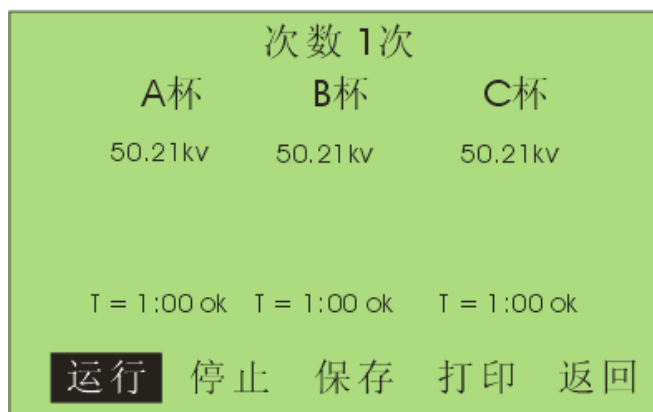

图 2.6 油耐压试验完成界面
- 3 耐压试验完成后，仪器的显示画面如图 2.6 所示，显示的试验结果包括耐压值，耐压时间和试验结果（合格为 ok/不合格为 no）